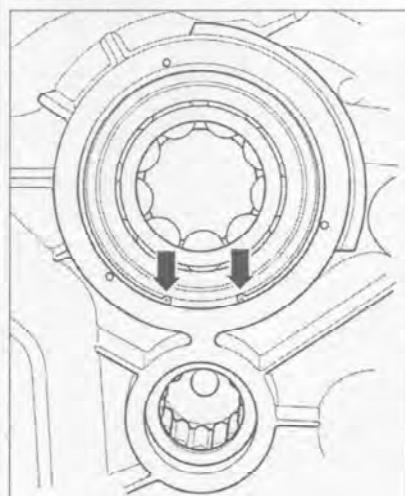

Рис. 7.231. Установите стопорное кольцо так, чтобы его замок был направлен в сторону подшипника вторичного вала.
8. Установите стопорное кольцо так, чтобы его замок был направлен в сторону подшипника вторичного вала (рис. 7.231).